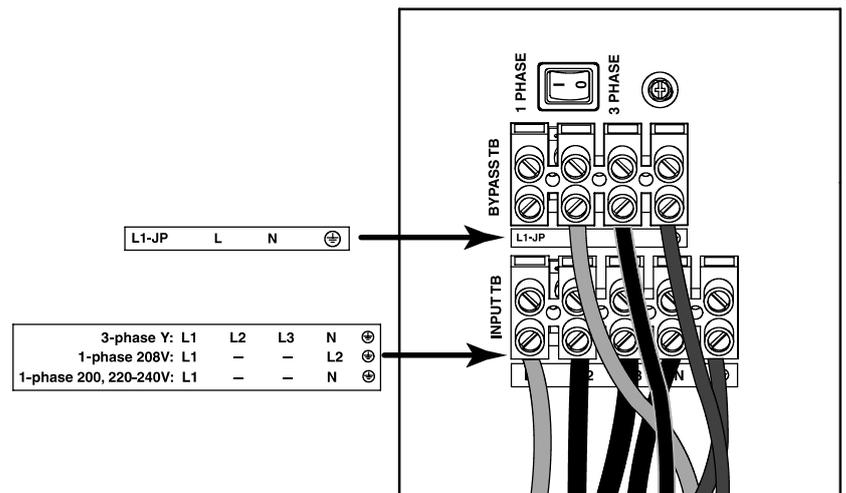

Abbildung 31. Dreiphasenanschluss mit Nutzung des separaten Bypasseingangs (Dreiphasenstrom)
Bei Dreiphasenanschluss mit Nutzung des seperaten Bypasseingangs (siehe Abbildung 31) den kurzen Jumper entfernen, der die L1-JP- und L-Stifte verbindet, um so den zweiten Kabelstrang (Achtung: dieses Kabel entsprechend gross für die Gesamtleistung der Anlage dimensionieren) später in diesem Verfahren mit der Bypass-Eingangsklemmleiste zu verbinden. Es wird nur ein Y-Typ (Stern, fünfadrig) Eingang unterstützt. Ein Delta (vieradrig) Eingang wird NICHT unterstützt. 380–415 V L mit L verbinden, 220–240 V L mit N. 208/120 V Dreiphaseneingang wird NICHT unterstützt.
12. Den Phaseneingangsschalter für Einphasen- und Dreiphaseneingang einstellen. Siehe Abbildung 31 auf Seite 29 zur Position des Schalters.